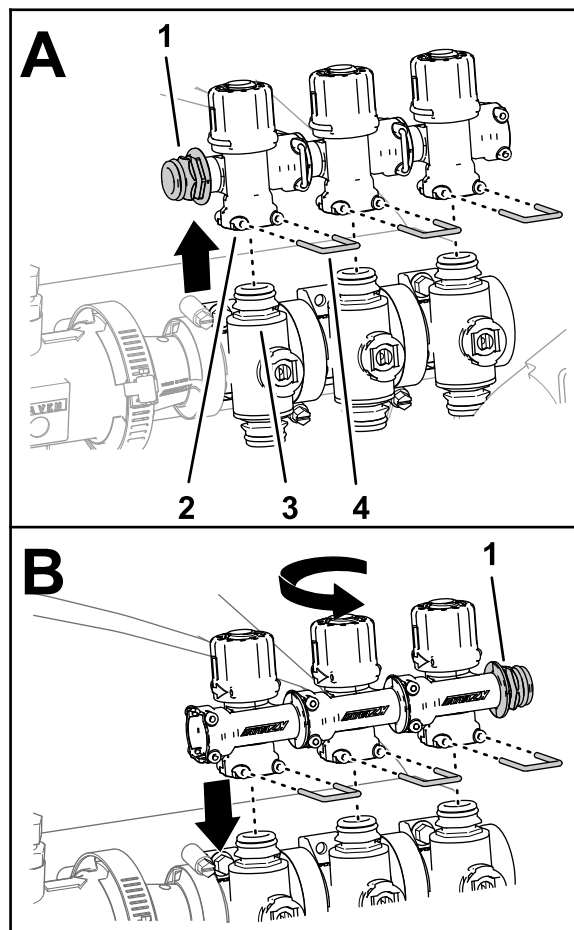

Figura 66
4. Retire os três retentores que prendem as três válvulas de distribuição às válvulas da secção esquerda, central e direita (Figura 66).
5. Levante as válvulas de distribuição das válvulas de secção (Figura 66).
6. Rode as válvulas de distribuição 180° e monte-as nas uniões de desligação rápida das válvulas de secção (Figura 66).
7. Prenda as três válvulas de distribuição nas válvulas de secção com os três retentores que removeu no passo 4 (Figura 66).